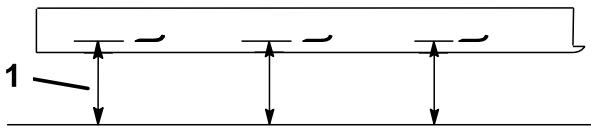

Figure 54
2. Mesurez la distance entre une surface plane et le tranchant (position A) des lames (Figure 54). Notez cette valeur.